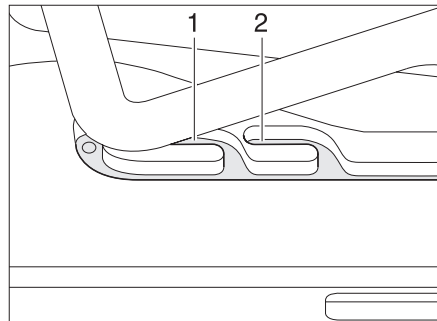
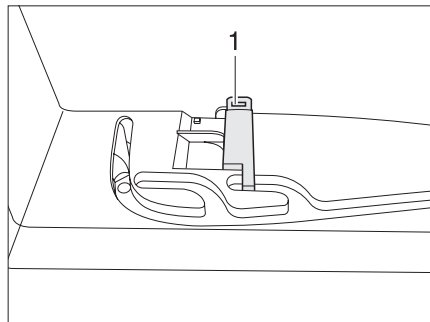

Fig. 35 Claraboya Heki en posición de ventilación
Fig. 36 Bloqueo de la posición de ventilación
La claraboya Heki se puede colocar en dos posiciones de ventilación: Posición de mal tiempo (Fig. 35,1) y posición mediana (Fig. 35,2). Según el modelo, la claraboya podrá ser bloqueada en la posición mediana con el pestillo (Fig. 36,1).
- ▶ Presionar el estribo ligeramente hacia arriba y empujarlo en la guía seleccionada (Fig. 35,1 ó 2) y, si fuera necesario, bloquearlo.